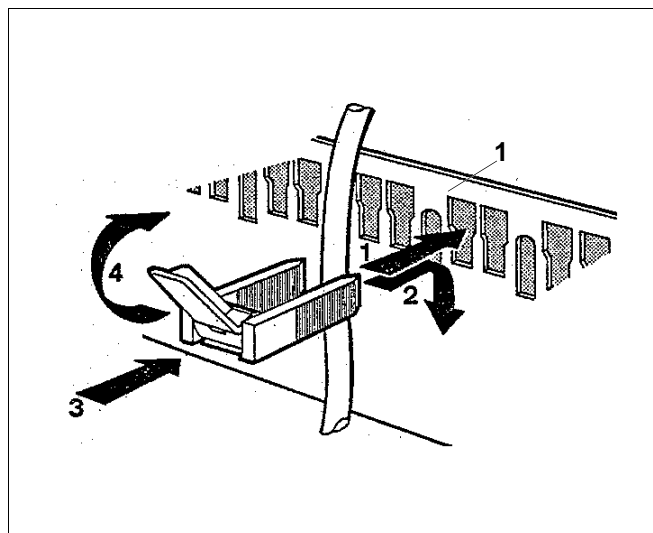

Fig 65 Détail „A“ de fig. 66
Tous les câbles peuvent être fixés au cadre de serrage à l'aide de colliers de câble adéquats (fournis avec la régulation) (fig. 65):
- Mettre le collier avec son câble dans la rainure du cadre de serrage par le haut (fig. 65, **pos. 1**); le levier doit alors être tourné vers le haut (fig. 65, phase 1).
- Repousser vers le bas le collier de câble (fig. 65, phase 2).
- Exercer une pression contre le collier (fig. 65, phase 3).
- Fermer le levier (fig. 65, phase 4).